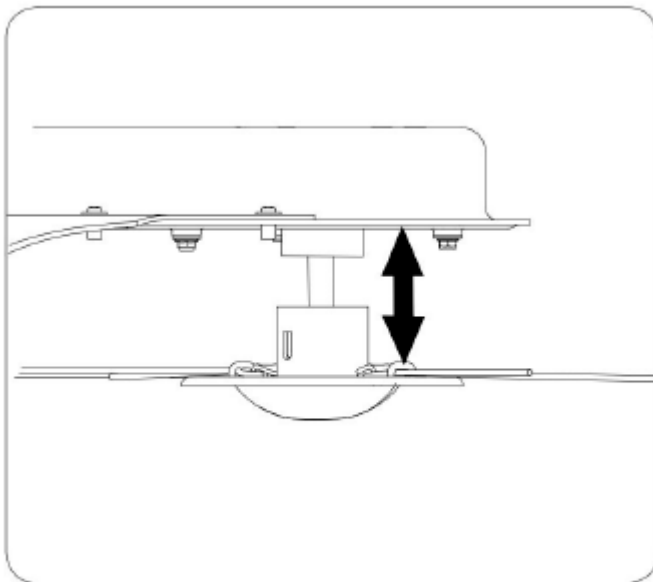

Figure 5-1
- Schieben Sie die Spindel nach oben oder unten in die gewünschte Position, bevor Sie die Flügelmuttern wieder festziehen. Siehe Abbildung 5-1.